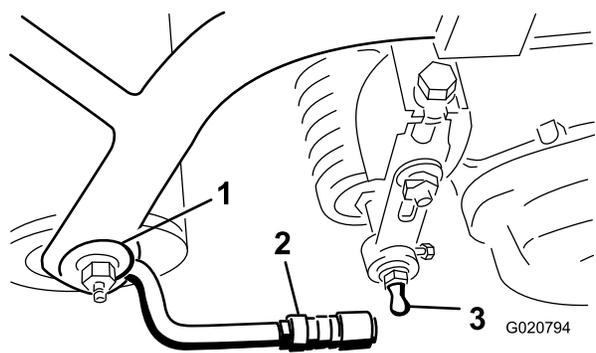

Figure 8
- Repoussez le manchon sur chaque douille de rotule et accrochez la douille à la tige rotule du plateau de coupe. Relâchez le manchon pour qu'il vienne recouvrir la tige et solidarise les ensembles (Figure 8).